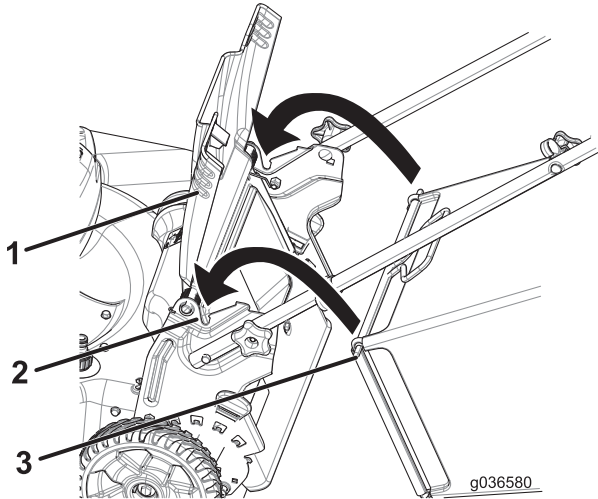

Figura 24
1. Levante y sujete el deflector trasero (Figura 24).
2. Instale la bolsa de recogida, asegurándose de que los pasadores de la bolsa descansan en las muescas del manillar (Figura 24).